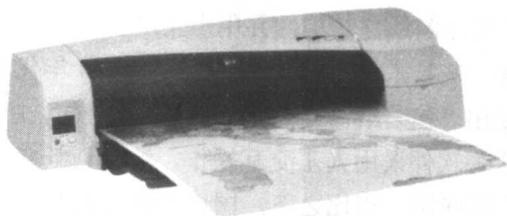

图 1-3
(4) 输出系统。彩色喷墨打印机,分辨率 360dpi~720dpi,现在这种打印机的打印效果很好,并且价格比较便宜(如图 1-3 所示)。